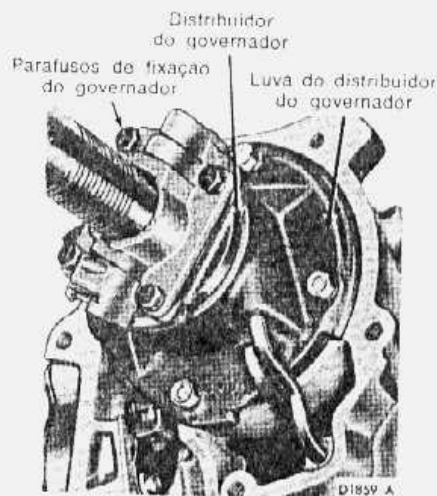

fig. 34 — governador instalado
7. Remover os parafusos de fixação da carcaça do governador ao seu distribuidor (fig. 34). Remover a carcaça do governador.
1. Instalar a carcaça do governador no distribuidor (fig. 34) instalar e apertar os parafusos de acordo com a especificação.